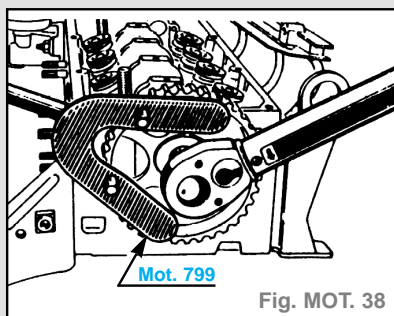

Fig. MOT. 38
- Reposer le pignon d'arbre à cames, l'immobiliser avec l'outil **MOT. 799** et serrer la vis au couple de **5 à 6 daN.m** (fig. MOT. 38).